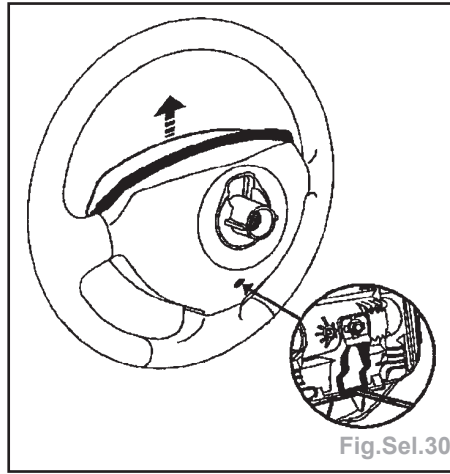

Fig.Sel.30
- Déclipser le coussin d'airbag volant (Fig.Sel.30).